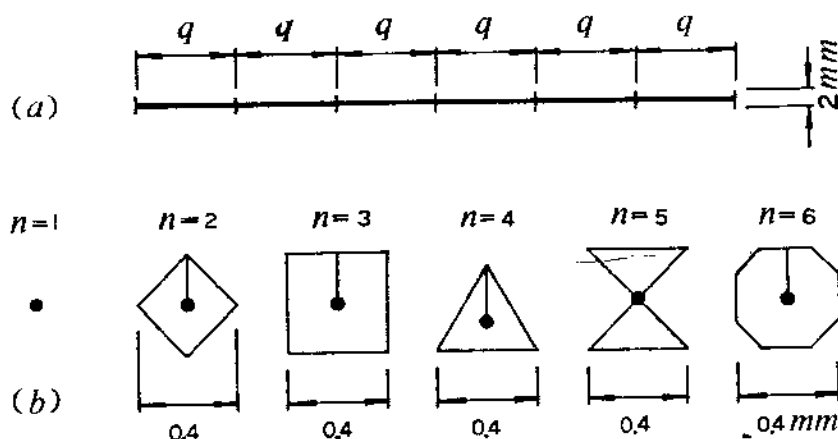

图 7
3. 当绘图笔在坐标原点 (0, 0) 时，不宜使用 X 命令画坐标轴。如果使用了 X 命令，报警指示灯将指出“出错”。这是因为，在画分度线时，画笔要上下移动 1mm（图 7 a）。因此此时原点坐标均为 0，画 X 轴时向下移 1mm 则 X 坐标出界；画 Y 轴时向左移 1mm 则 Y 坐标出界。如果实在欲使用 X 命令画过原点坐标，可在每个 X 命令之后，随一个 H 命令。H 命令使绘图笔回到坐标原点，并熄灭报警指示灯。